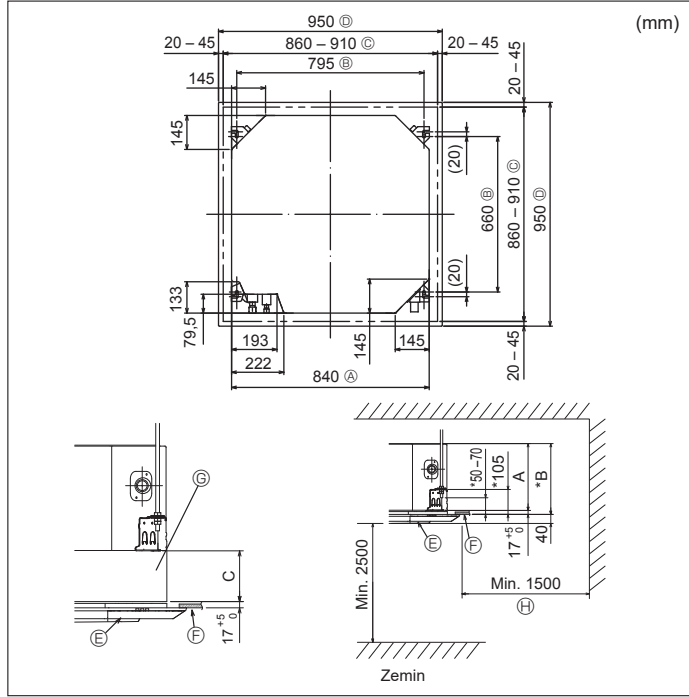

Fig. 3-2
3.2. Tavandaki açıklıklar ve askı civatalarının yerleri (Fig. 3-2)
- * Tavan açıklığının boyutları Fig. 3-2'de gösterilen aralıkta ayarlanabilir; bu yüzden, ana üniteyi tavan açıklığının karşısına ortalarak, aralarındaki açıklığın her tarafındaki karşılıklı kenarların sırayla aynı olmasını sağlayın.